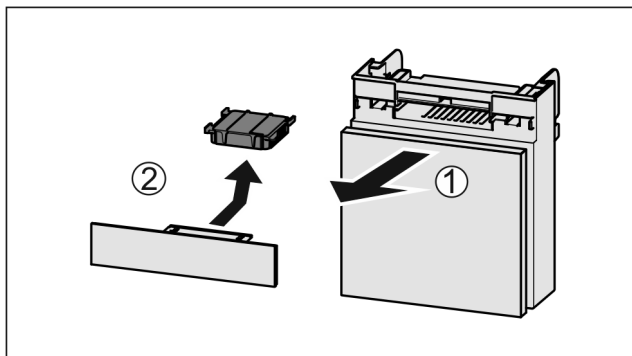

Fig. 129
- Zásuvku vytáhněte dopředu Fig. 129 (1).
- Filtr s aktivním uhlím vyjměte Fig. 129 (2).